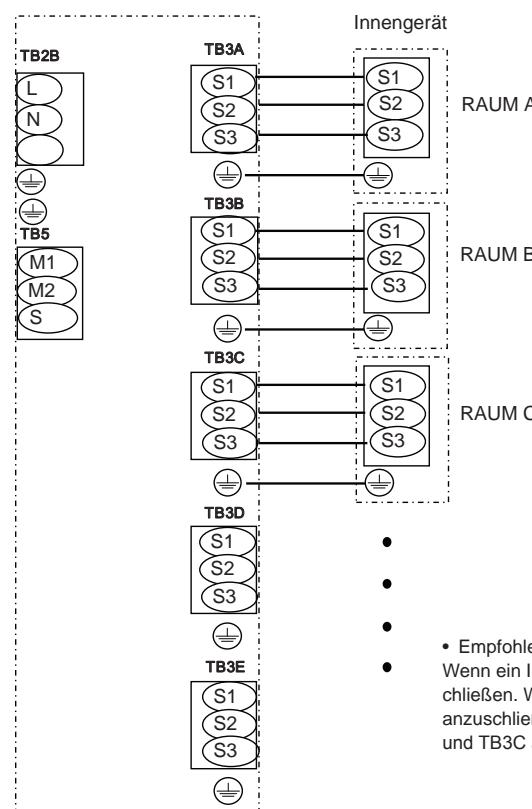

Fig. 8-9
8.2. Externe Verkabelung (Fig. 8-8, Fig 8-9)
⑤ Stromversorgung: Einphasenstrom 220/230/240 V 50 Hz, 220 V 60 Hz